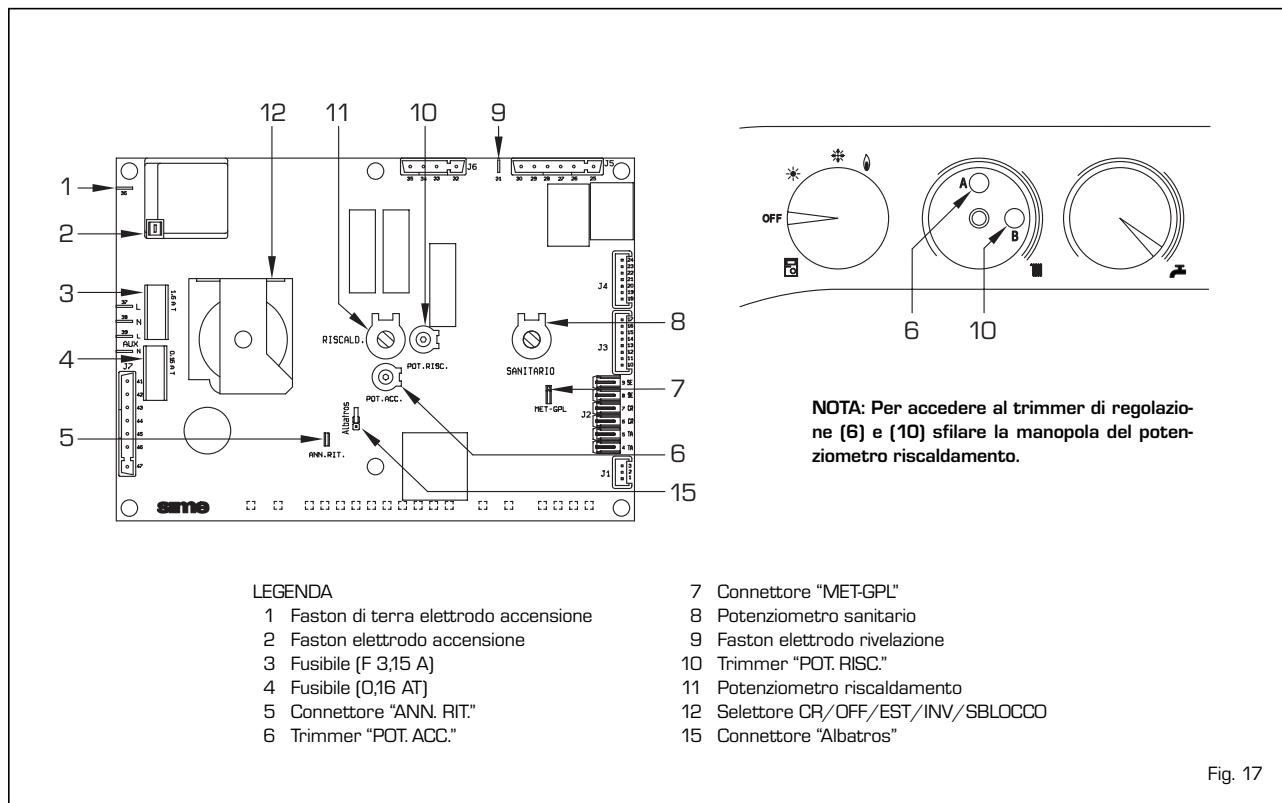

Fig. 17
- **Trimmer "POT. RISC."** (10 fig. 17)
- **Trimmer "POT. ACC."** (6 fig. 17)
- **Connettore "MET-GPL"** (7 fig. 17)
- **Connettore "ANN. RIT."** (5 fig. 17)
- **Connettore Modureg Sel.** (14 fig. 17)
- **Connettore "Albatros"** (15 fig. 17)
Per effettuare la regolazione della potenza riscaldamento, modificando la taratura di fabbrica il cui valore di potenza è intorno ai 16 kW, occorre operare con un cacciavite sul trimmer potenza riscaldamento (10 fig. 17).